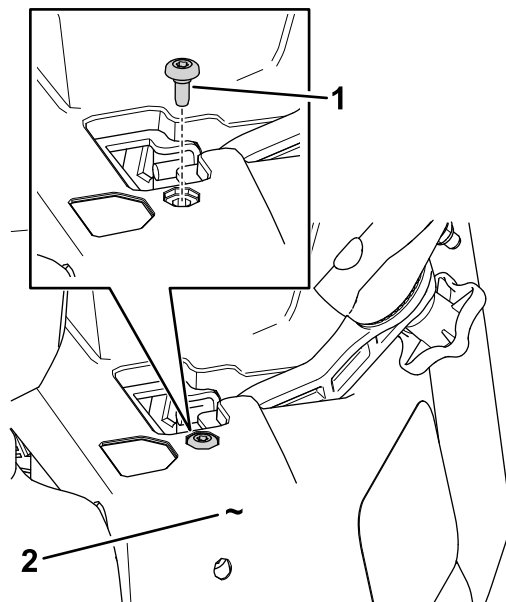

Figura 6
1. Retire el tornillo de cuello largo existente que fija el carenado izquierdo a la máquina (Figura 6).